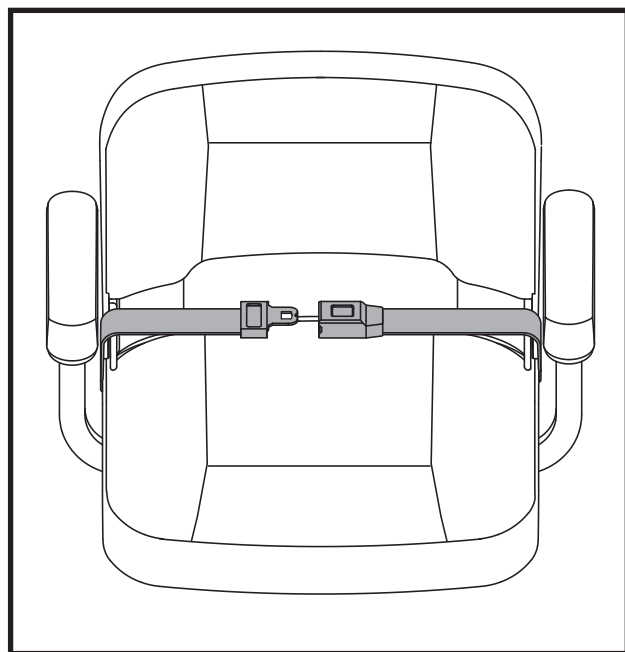

Figure 24. Ceinture de positionnement - De type attache en métal ou ceinture de positionnement - Crochet réutilisable et boucle de fixation
1. Insérez l'onglet de la ceinture côté droit dans la boucle de ceinture côté gauche jusqu'à ce que vous entendiez le "clic". **Voir la figure 24.**